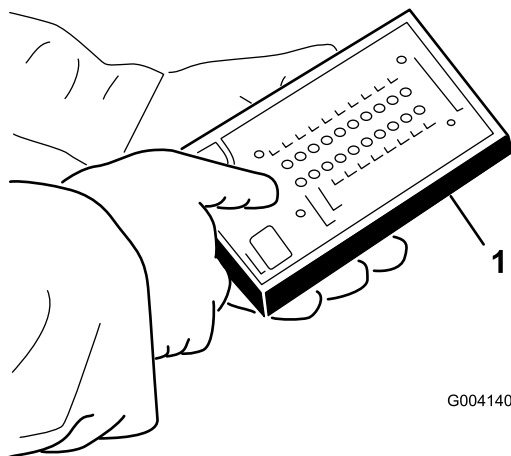

Рисунок 38
5. Подсоедините разъем диагностического дисплея ACE к соединителю жгута проводов (Рисунок 38).